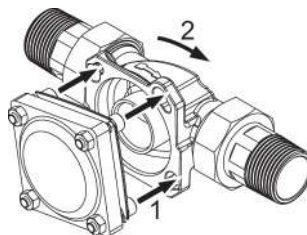
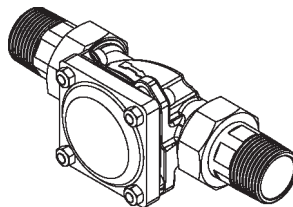

Abb. 3: Gerät ansetzen und einrasten
Abb. 4: Geräteanschluss eingerastet
- 1. Die Köpfe der vier Flanschschrauben durch die Bajonettbohrungen am Einbaudrehflansch stecken (siehe Abbildung 3).
- 2. Das Gerät im Uhrzeigersinn bis zum Anschlag drehen (siehe Abbildung 3 und Abbildung 4).